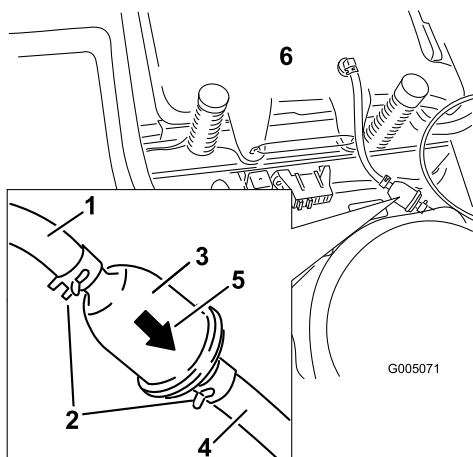

Figure 29
4. Pincez les extrémités des colliers et faites glisser ceux-ci pour les éloigner du filtre (Figure 29).
6. Montez un nouveau filtre en veillant à pointer la flèche indiquant le sens d'écoulement vers le moteur. Rapprochez les colliers de flexibles du filtre (Figure 29) pour le fixer en place.